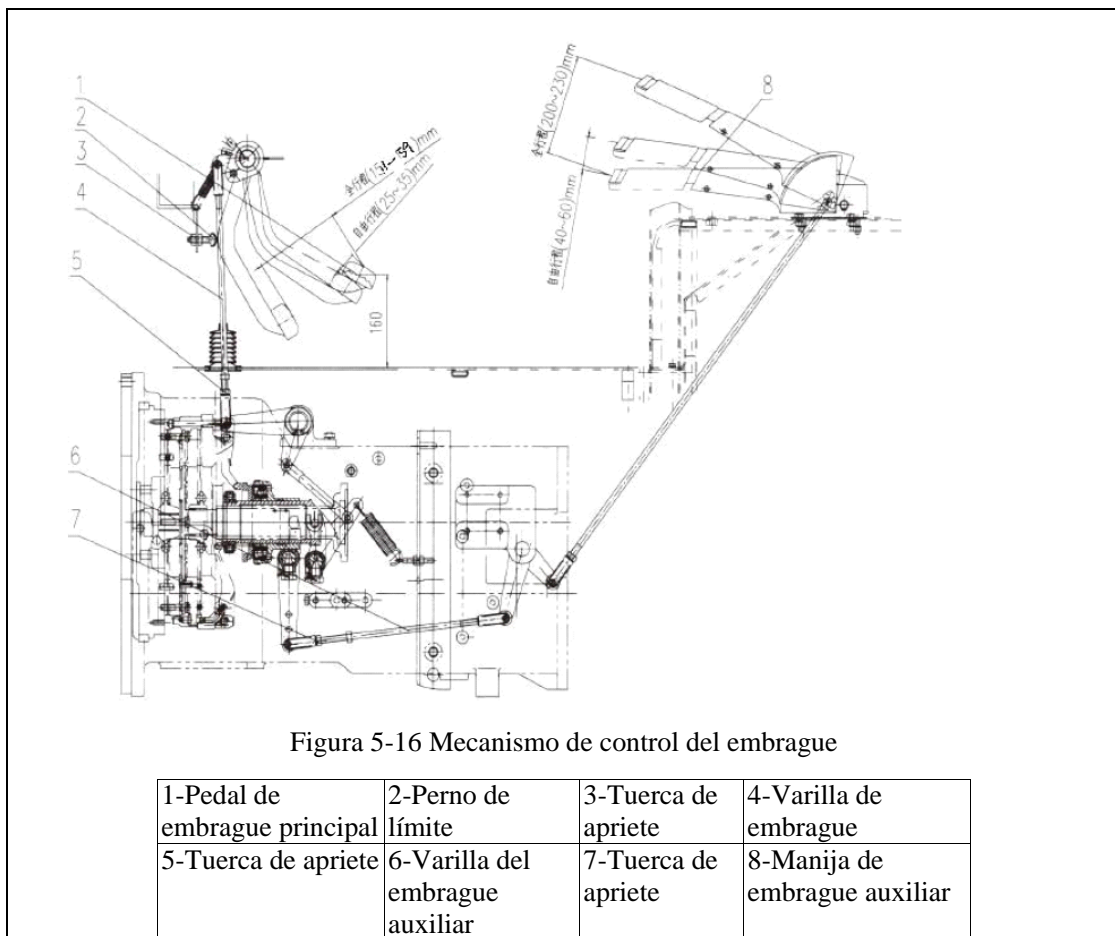

Figura 5-16 Mecanismo de control del embrague
a. Ajuste del embrague principal (ver Figura 5-16): (ubicado en el lado izquierdo de la caja de cambios) afloje la tuerca 5 y gire la varilla del embrague 4 para que el recorrido libre del pedal del embrague principal alcance (25~35) mm (mm), luego apriete la tuerca 5; afloje la tuerca 3, ajuste la longitud de extensión del perno de límite 2 para que el recorrido completo del pedal del embrague principal alcance (151 ~ 159) mm (milímetros) y apriete la tuerca 3.